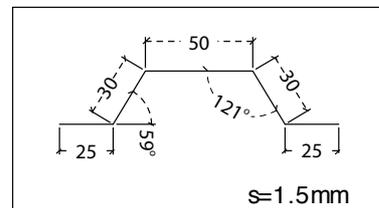

Fig.8
1.6.2 Tornillos para accesorios idénticos a los indicados en la Fig. 8, longitud 20 mm.